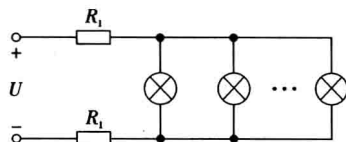

图 1-8 例 1-4 附图
**例 1-4** 如图 1-8 所示,电源供电电压  $U = 220 \text{ V}$ ,每根输电导线的电阻均为  $R_1 = 1 \Omega$ ,电路中一共并联 100 盏额定电压为  $220 \text{ V}$ 、功率为  $40 \text{ W}$  的电灯。假设电灯在工作(发光)时电阻值为常数。试求:(1)当只有 10 盏电灯工作时,每盏电灯的电压  $U_L$  和功率  $P_L$ ;(2)当 100 盏电灯全部工作时,每盏电灯的电压  $U_L$  和功率  $P_L$ 。